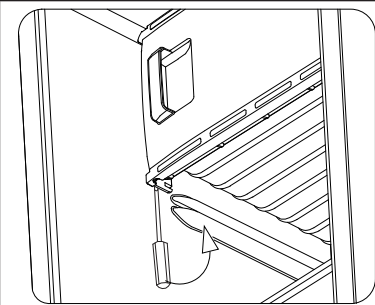
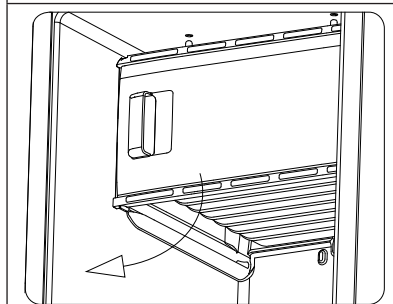

Рисунок 13
Рисунок 14
3. Выведите из зацепления с корпусом холодильника выступы облицовки испарителя (см. рисунок 13) слева и справа. Движением вниз и на себя (см. рисунок 14) снимите облицовку испарителя.